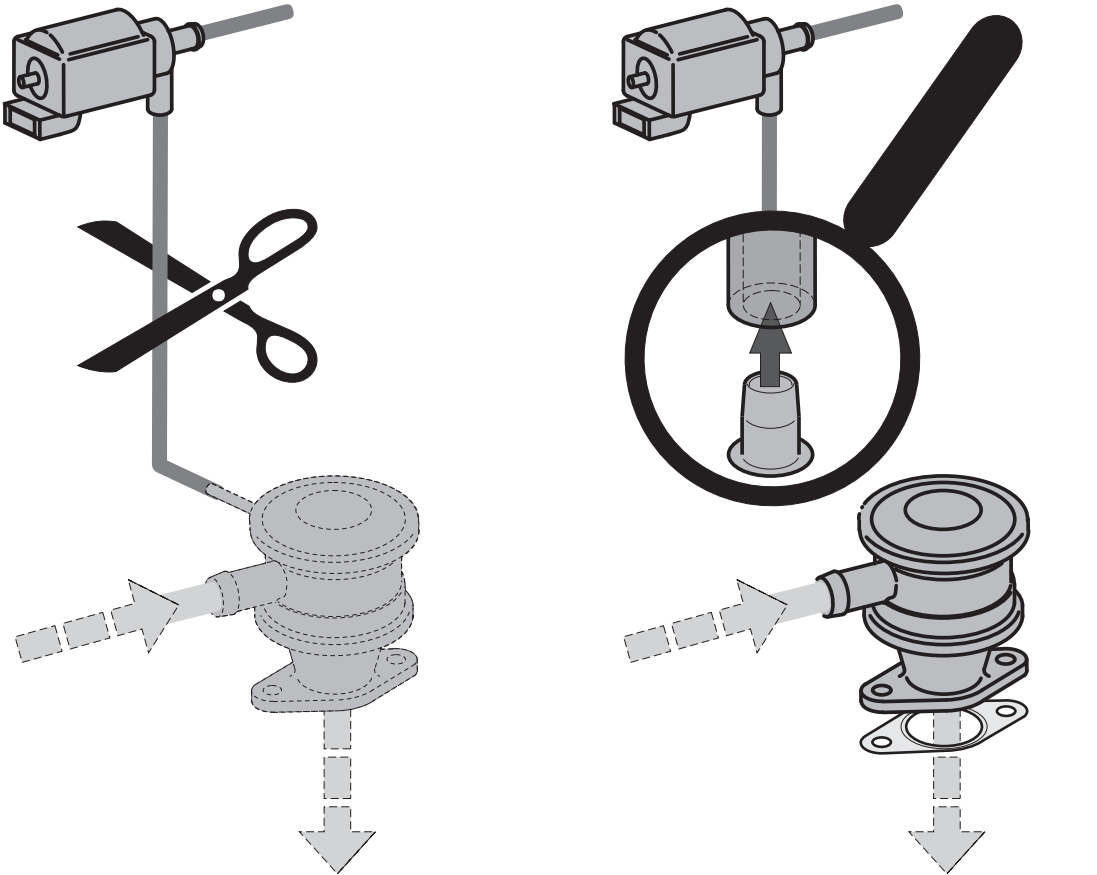

Abb. 1/Fig. 1/Рис. 1
Motivo: Hasta el 07 de 2005 se montaban válvulas desconectables de retención (3) activadas por una válvula eléctrica de conmutación (1). En el caso de la nueva versión (5), la válvula de retención integrada se abre sólo con la presión de aire secundario. Por eso ya no es necesario un mando mediante una válvula eléctrica de conmutación por separado. Por eso hay que cerrar la manguera de vacío (2) con el tapón (4) suministrado después de cambiarla (2) (mire la Fig. 1).
Motivo: fino al luglio del 2005 sono state montate valvole antiritorno disinseribili (3), le quali vengono azionate mediante elettrovalvole di commutazione (1). Nelle valvole del nuovo tipo di costruzione (5) la valvola antiritorno integrata apre solo mediante la pressione dell'aria secondaria. Di conseguenza, non è più necessario alcun pilotaggio mediante una elettrovalvola di commutazione (1) separata. Per questi motivi, dopo una sostituzione il tubo flessibile del sistema della depressione (2) deve essere chiuso con il tappo (4) fornito a corredo (vedere la Fig. 1).
Причина: до 07/2005 монтировались отключаемые обратные клапаны (3), которые приводились в действие электро-переключающим клапаном (1). У клапанов более новой конструкции (5) интегрированный обратный клапан открывается только благодаря давлению вторичного воздуха. Вследствие этого нет больше необходимости в управлении с помощью отдельного электро-переключающего клапана (1). По этой причине после замены находящийся под разряжением трубопровод (2) должен быть закрыт с помощью входящей в комплект поставки заглушки (4) (смотри рис. 1).